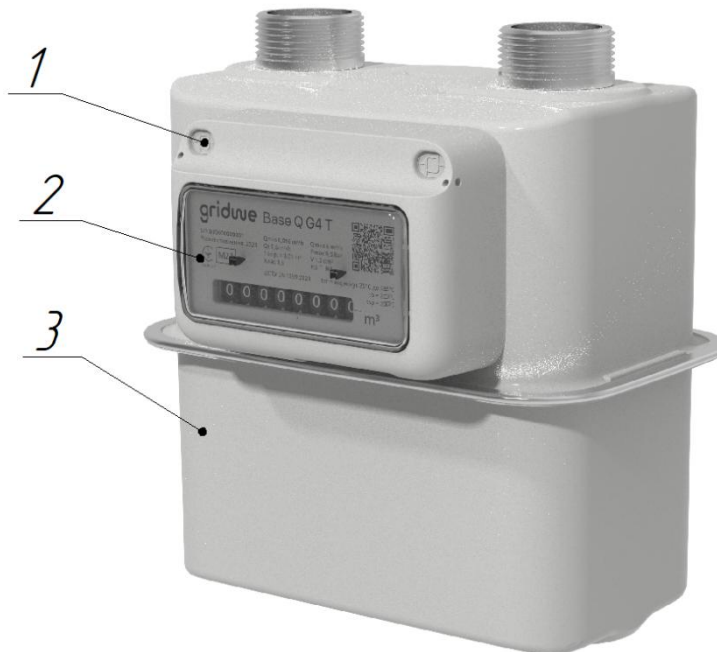

Рисунок 2 – Конструкція лічильника
4.1. Лічильники складаються з двох основних вузлів: корпусу з вимірювальним механізмом та відлікового пристрою, закріпленому на ньому на двох гвинтах, закритих виробником пломбами -заглушками (дивись Рисунок 2).